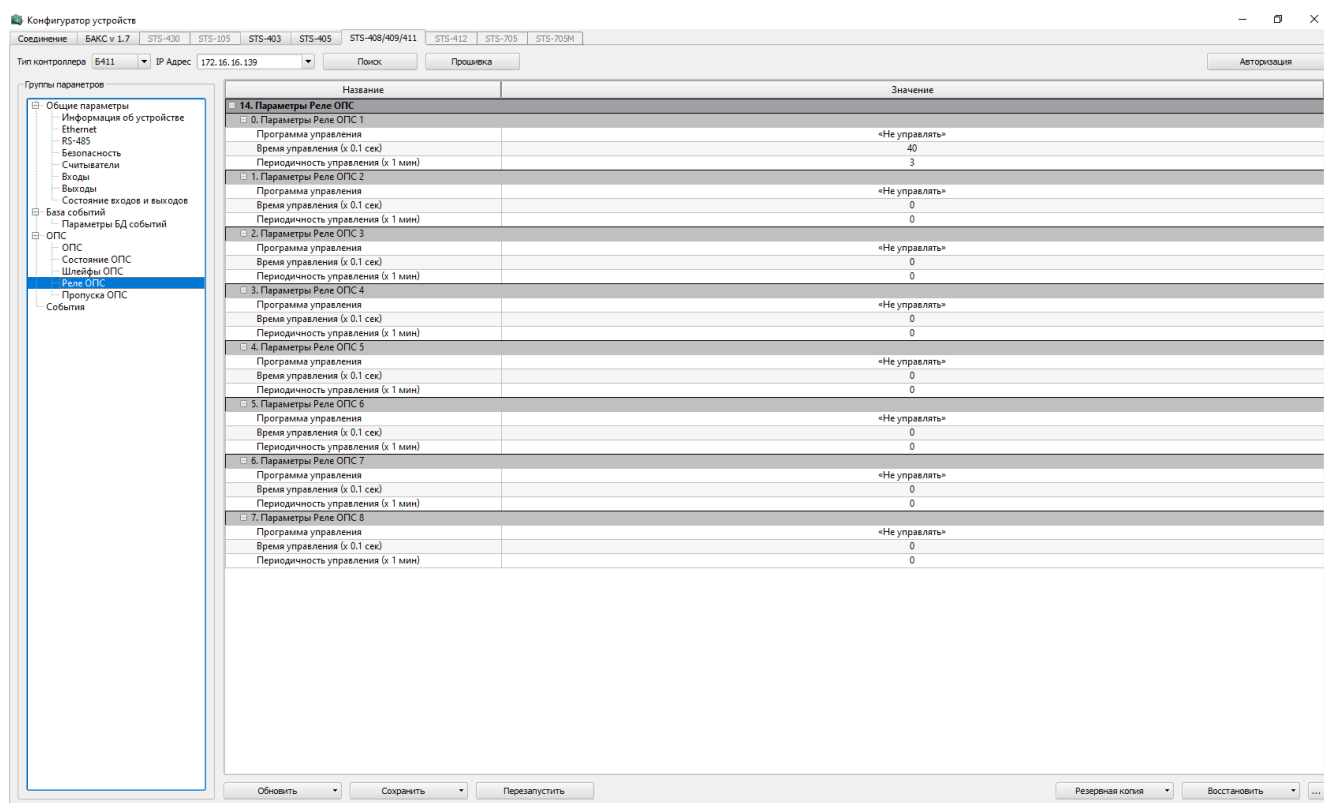

Рисунок 33 – Реле ОПС
- в группе «Параметры шлейфов ОПС» (рисунок 33) установить флажок «Управление реле N» (где N – выбранное реле) в настройках контролируемого шлейфа.